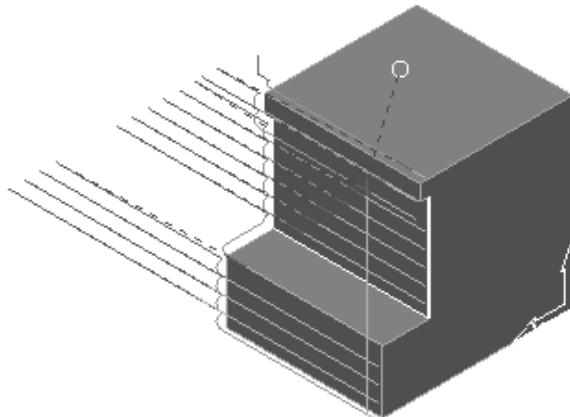

图 2-202 生成的刀具路径
5) 在“平面投影精加工”对话框中单击“应用”按钮和“接受”按钮，确定参数并退出对话框，生成的刀具路径如图 2-202 所示。